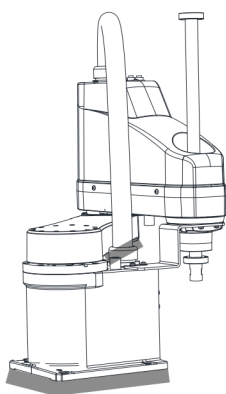

图3.1-1 徒手搬运姿态和位置
(1) 搬运机器人时，请将机器人固定在搬运器具上，或用手托住阴影部分（图3.1-1）。（注意：请务必由2人及2人以上进行搬运作业）
(2) 使用叉车搬运时，请将机器人固定在出厂栈板或足够负载能力的底板上，用螺钉固定，将叉车叉子插入底板，连同机器人一起搬运。（搬运过程中注意不要发生倾倒或歪斜，缓速运送。）